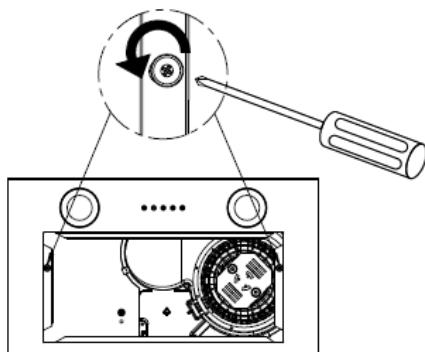

Рис. 4
5. Используйте крестовую отвертку для удаления двух винтов и шайб. См. рисунок 4.